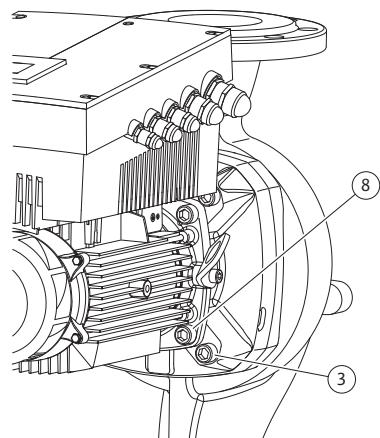

Fig. 52: Valgfri fastgørelse af indstikssættet
11. Løsn og fjern skruerne (Fig. 7, pos. 3). Alt efter pumpetyper tages de yderste skruer (Fig. 52, pos. 3) ud. Indstikssættet (se Fig. 13) er efter fjernelsen af skruerne stadig sikret placeret i pumpehuset, der er heller ikke fare for, at det tipper, når motorakslen er i vandret position.
16. Løsn alt efter pumpetype skruerne (Fig. 7, pos. 10) eller alternativt skruerne (Fig. 52, pos. 8).
22. Skub lanternen forsigtigt over akslen og ind i den gamle eller en anden ønsket vinklet position til motorflangen. Vær i den forbindelse opmærksom på de tilladte installationspositioner for komponenterne (se kapitel 7.1 "Tilladte installationspositioner og ændring af komponentplaceringen før installationen" på side 221). Fastgør lanternen med skruerne (Fig. 7, pos. 10) eller ved pumpetyperne/lanternetyperne iht. (Fig. 52) – med skruerne (Fig. 52, pos. 8) på motorflangen.